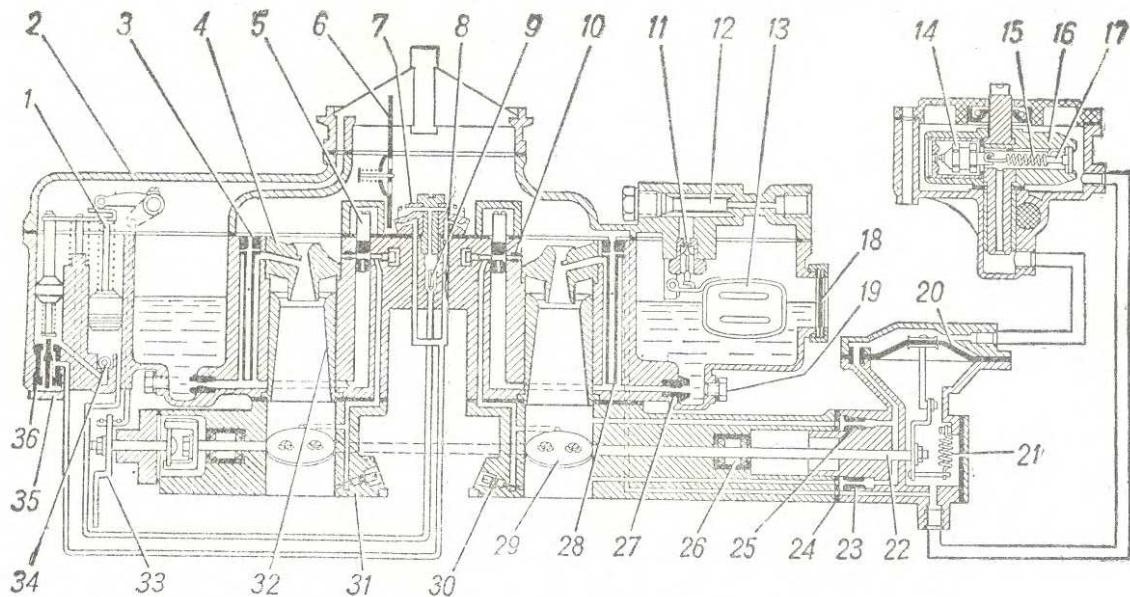

Рис. 19. Схема карбюратора К-135 и датчика ограничителя частоты вращения:
**Карбюратор К-135** (рис. 19) — двухкамерный, с падающим потоком смеси и балансированной поплавковой камерой. Каждая смесительная камера карбюратора действует независимо от другой. Правая камера карбюратора питает правый ряд цилиндров, левая камера — левый ряд.